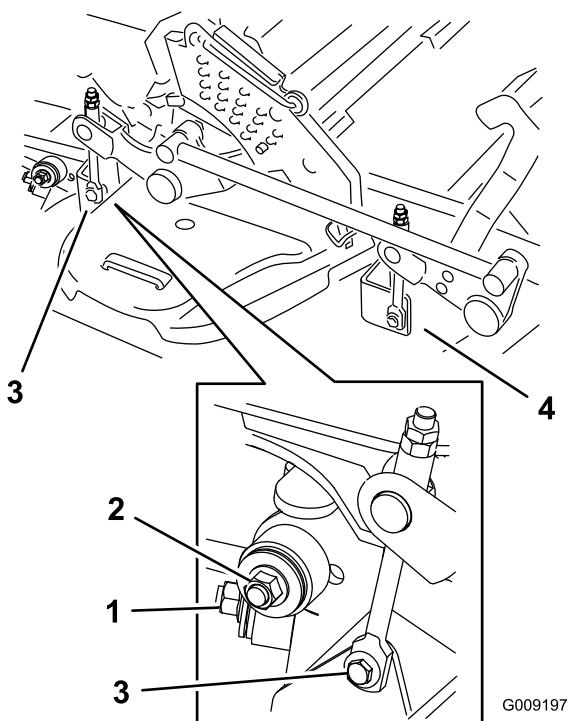

Figure 101
- 7. Enlevez et mettez de côté les fixations des deux côtés du tablier, comme montré à la Figure 101.